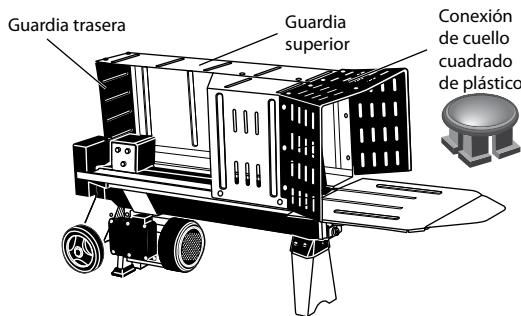

Fig. 4
6. Asegúrese de que los agujeros de los protectores laterales izquierdo y derecho están alineados con los agujeros del capó original, utilice 12 sujetadores de cuello cuadrado de plástico para conectar los protectores laterales derecho e izquierdo y el capó original. A continuación, utilice los cierres de plástico de cuello cuadrado para unir la protección antiempotramiento derecha y la trasera (Fig. 4).